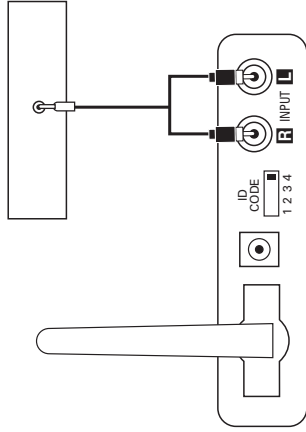

Bild 5.
Steg 1. Anslut RCA – 1,8-tums minnuttagskabel (medföljer) till försteuts gången, linjeutgången eller hörlursutgången på din bärbara ljudspelare och till ingångarna på sändarmodulen ⑫, enligt bild 5.